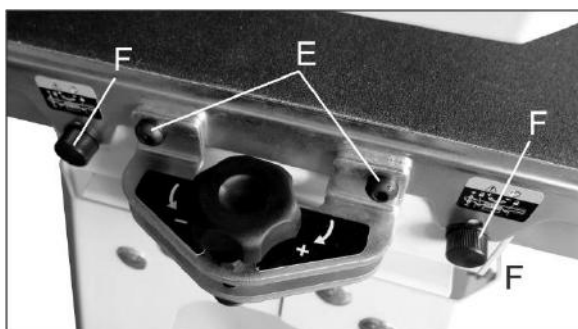

Figure 10-3
4. Enlevez les deux (2) vis fixant la table du convoyeur à la base.
5. Enlevez les deux (2) vis fixant la table du convoyeur au support d'alignement du cylindre (E, Figure 10-3).
6. Desserrez les deux blocages (F, Figure 10-3).